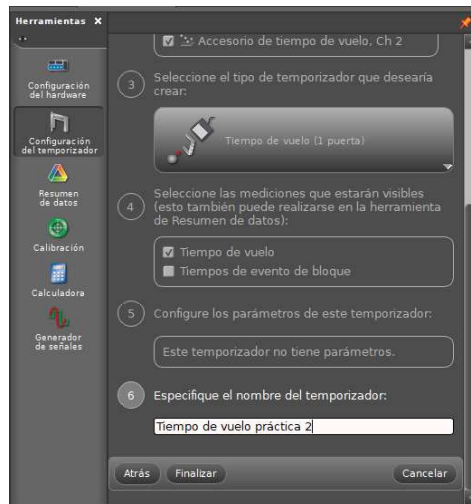

Figura No. 2
4. En el menú de herramientas (ubicado en la parte izquierda de la pantalla principal) de clic sobre **<Configuración del temporizador>**, dar clic en **<Siguiete>** hasta el paso 6 (*Figura No. 2*) y si desea nombrar el temporizador, nómbrelo, en caso contrario seleccionar finalizar. Vuelva a seleccionar **<Configuración del temporizador>** para que desaparezca el menú desplegable.